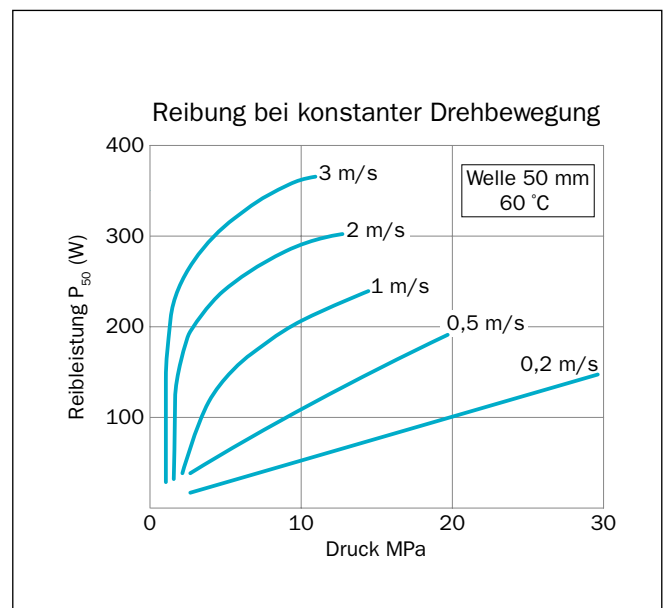

Abbildung 157: Reibleistung für Turcon® VL Seal® F
Richtwerte für die Reibleistung (P) können aus dem Diagramm in Abbildung 157 ermittelt werden. Die Werte werden als Funktion der Reibgeschwindigkeit und des Betriebsdrucks für einen Wellendurchmesser von 50 mm bei einer Öltemperatur von +60 °C angegeben. Bei höheren Temperaturen sind die Betriebsgrenzwerte zu reduzieren.